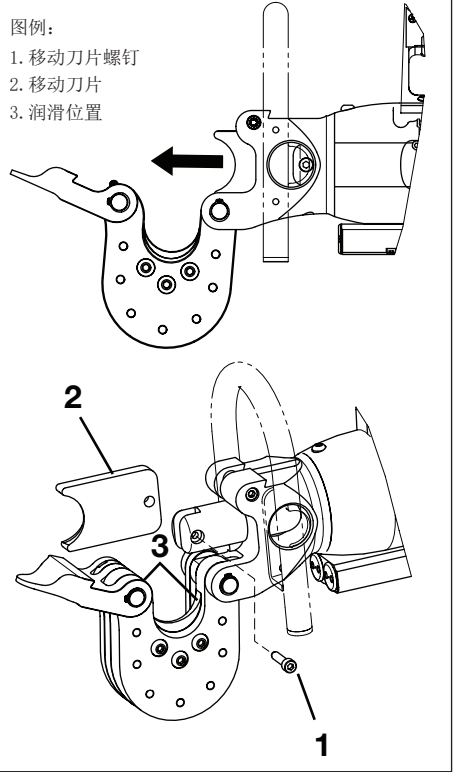

图 13，移动刀片更换
请按下述步骤更换移动刀片。参见图 13、第 1、2 和第 3 项。
5. 松动并拆卸移动刀片螺钉（图 13，第 1 项）。
6. 拆卸磨损的移动刀片（图 13，第 2 项）。
7. 将新移动刀片（图 13，第 2 项）安装至活塞之内。
8. 安装新的移动刀片螺钉（图 13，第 1 项）。扭矩为 18 ft-lb [25 Nm]。涂抹乐泰243 螺纹锁固胶或同类产品。
9. 使用 NLGI 的 2 级极压锂基润滑脂来润滑切割头（图 13，第 3 项）中的滑槽和工具导轨。